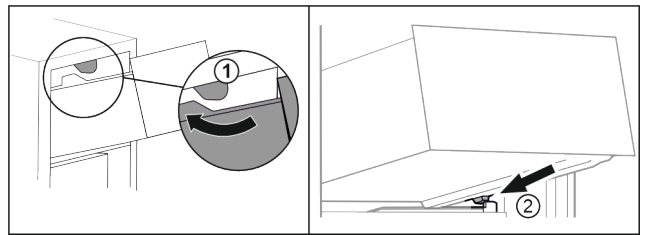

Fig. 94
- ▶ 将抽屉移动到上方止动器附近。 Fig. 94 (1)
- ▶ 将抽屉斜放在容器肋梁上的下方止动器后面。 Fig. 94 (2)